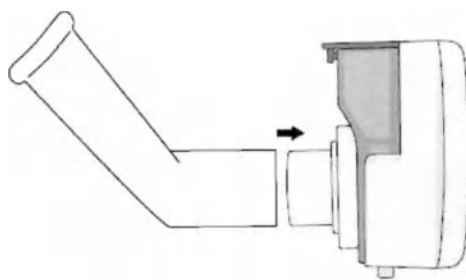
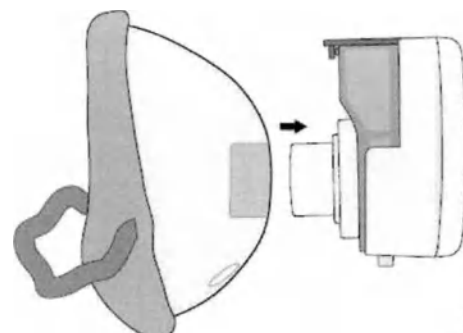

Рис. 6
Рис. 7
3. Установите мундштук (Рис. 6) или маску (Рис. 7).